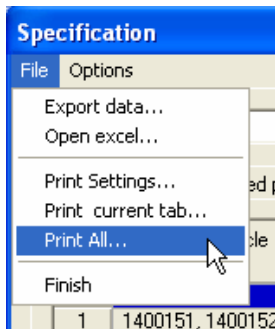

Рис. 3.2-60 Выбор распечатки технической спецификации
4. Щелкните на закладку *File/Набор* и в шторке выберите возможность *Print all/Печатать все*. (Рис. 3.2-60)